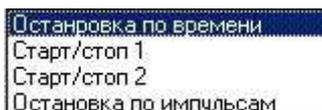

Рисунок 24
- в поле **Режим** из раскрывающегося списка выбирается один из режимов управления КИ-2 (См. рисунок 24);